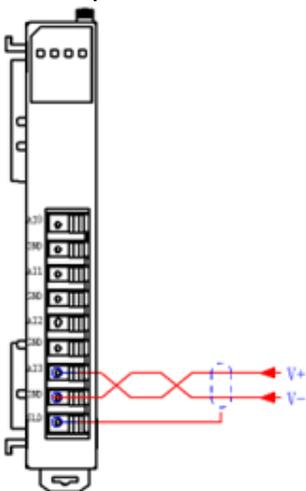

Рисунок 4-15. Схема подключения входных сигналов напряжения
- На рис. 4-15 показана схема подключения модулей SM401401, SM411403, SM405405, SM415407, SM401829 и SM411831.